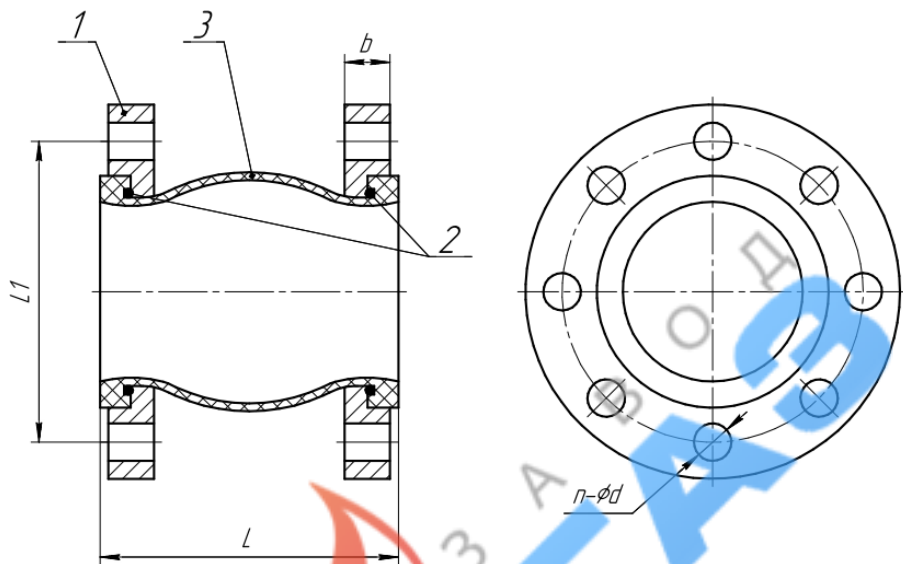

Рис. 1
1.3.1. Компенсатор состоит из следующих основных деталей и элементов (рис.1):